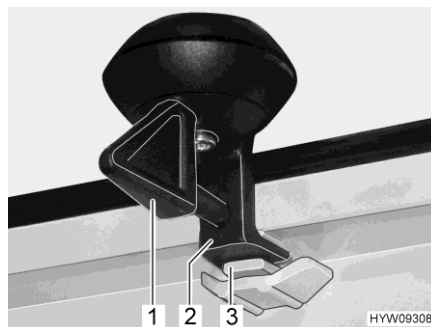

Fig. 46 Verrouillage (position de ventilation)
- Tourner le levier (Fig. 46,1) d'un quart de tour. Le dispositif de verrouillage (Fig. 46,2) doit pénétrer dans le logement supérieur (Fig. 46,3).